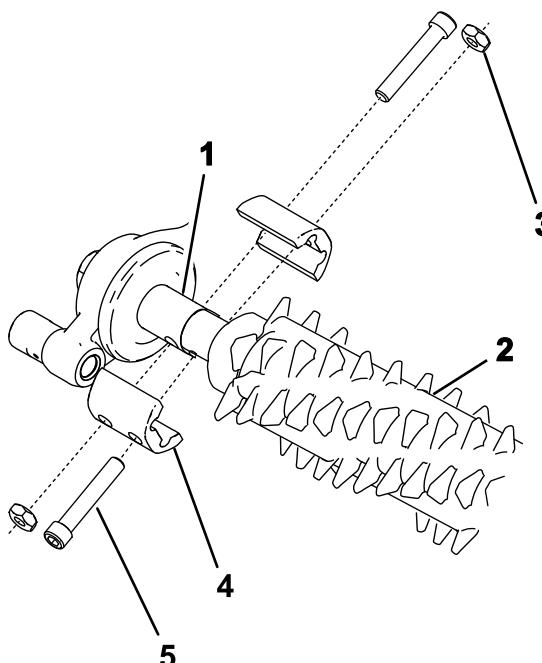

图15
2. 将疏草刀组件与疏草刀驱动箱驱动短轴和怠轮总成对齐（图15）。
3. 如图15 所示，用 4 个螺栓 ( $\frac{1}{4} \times 1\frac{1}{2}$  英寸)、4 个锁紧螺母和 4 个轴夹将疏草刀固定到机器。